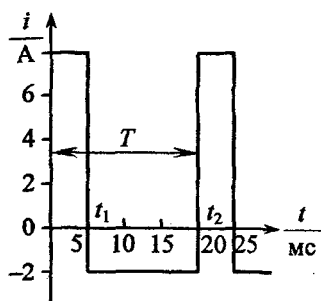

Рис. 4.7
**Задача 4.11.** Измеряемый ток имеет форму кривой, изображенной на рис. 4.7.